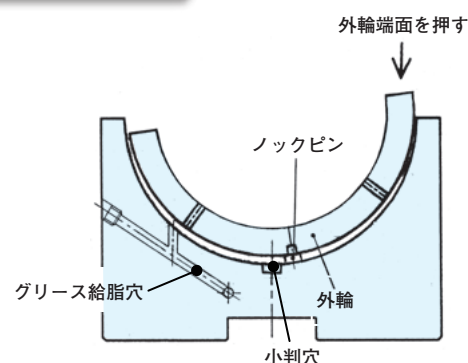

図10 軸受箱(下)への軸受外輪の取付け
- (1)軸受箱(下)の軸受外輪座面(球面部)に、二硫化モリブデンを塗布します。
- (2)また、給脂穴(給脂口に「IN」の刻印表示があります)および油溝にグリースを初期充てんします。
- (3)外輪廻り止め用ノックピン穴にグリースを詰め、ノックピンを外輪廻り止め用ノックピン穴に取り付けます。
- (4)外輪(ハーフリング)全面に適量のグリースを塗布し、軸受箱(下)の球面座部分に静かにセットします。図10のように、一旦外輪を軸受箱(下)のグリース給脂穴のない側へ若干ずらしてセットし、その後、出っ張っている外輪端面を押していくと、ノックピンが軸受箱(下)の小判穴部にスムーズに入ります。